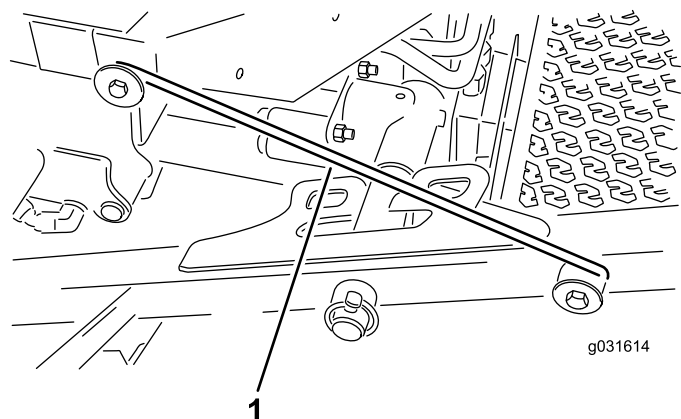

Figura 32
4. Liberare l'asta del dispositivo di sicurezza dal fermo del telaio portante anteriore (Figura 32).
5. Sollevate la parte esterna degli apparati di taglio anteriori e agganciate il dispositivo di sicurezza al perno del telaio presente sulla parte anteriore della piattaforma dell'operatore (Figura 32).